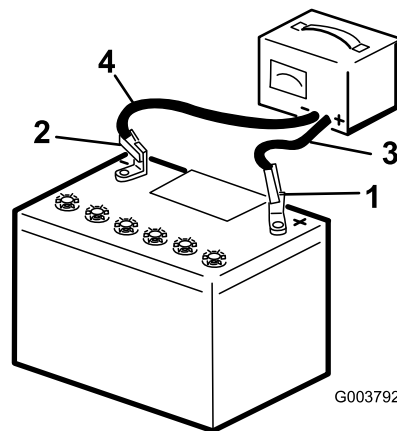

Рисунок 48
3. Подсоедините положительный провод зарядного устройства к положительному штырю аккумулятора (Рисунок 48).
4. Подсоедините отрицательный провод зарядного устройства к отрицательному штырю аккумуляторной батареи (Рисунок 48).
- После полной зарядки аккумулятора отсоедините зарядное устройство от источника электропитания и штырей аккумулятора (Рисунок 48).